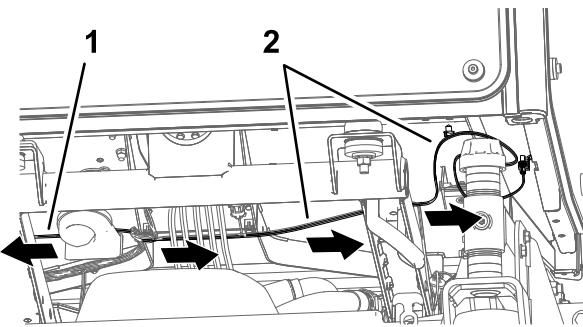

Figure 20
- Acheminez les branches du faisceau de la plate-forme en travers de la machine (Figure 20).